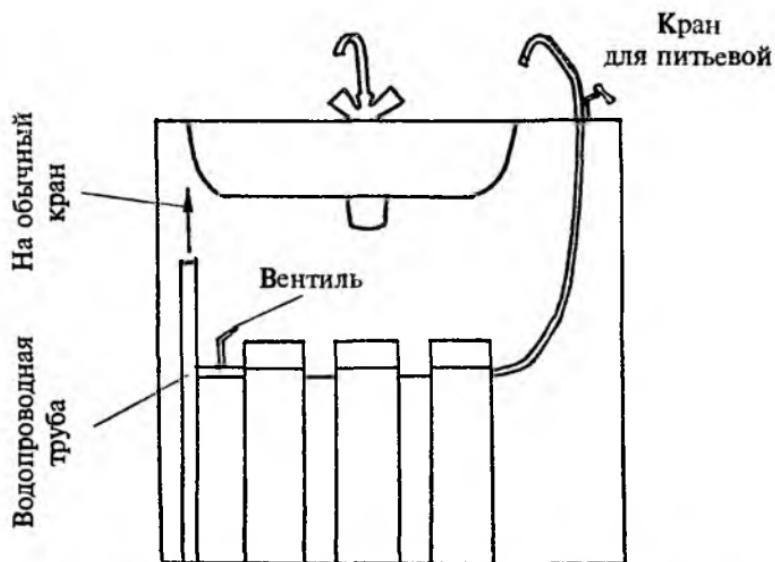

Рис. 6. Стационарный фильтр из трех патронов
- можно использовать не один, а два-три патрона с картриджами (*рис. 6*), реализующими разную технологию очистки (например, механический, ионообменный и сорбционный фильтры), и тогда ваш фильтр превратится в двух- или трехуровневую систему очистки воды (такой способ реализован в системах «Аквафора», «Гейзера» и фильтрах других фирм);